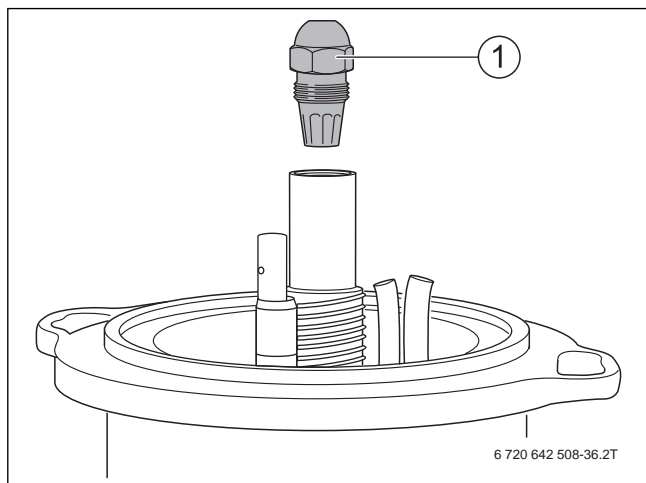

Рис. 37 Отвернуть форсунку
- ▶ Отверните форсунку (→ рис. 37, стр. 21).